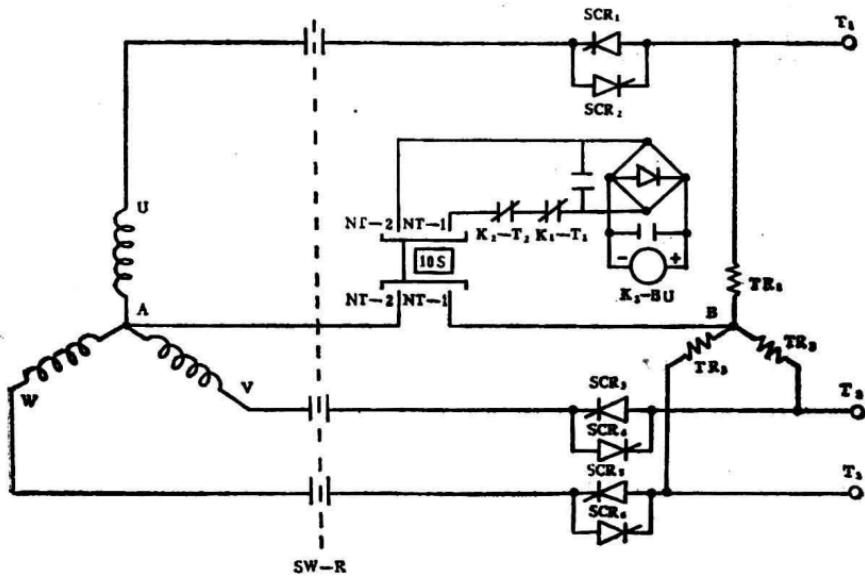

图15
b. 防止主可控硅损坏的保护电路见图15当高压初级主可控硅SCR₁、SCR₂、SCR₃、SCR₄、SCR₅和SCR₆其中有一个或多个损坏时，此电路开始工作，以达到切断高压初级电路保护X线管不受损坏。在此看此电路时，外接线端子10S的NT₂、NT₁到501-06816O分图的时间控制电路的[10s]，因此是和时间限时电路有联系，图中UA、VA、WA为自耦变压器三组线圈，TR₁、TR₂、TR₃为高压初级保护电路的平衡电阻，实际上已构成了一个电